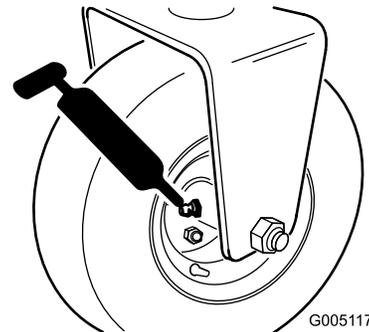

図 27
- 後ローラハブアセンブリ3輪駆動キットを搭載している場合には、後ホイールのローラクラッチと外部ボールベアリングか所 図 27